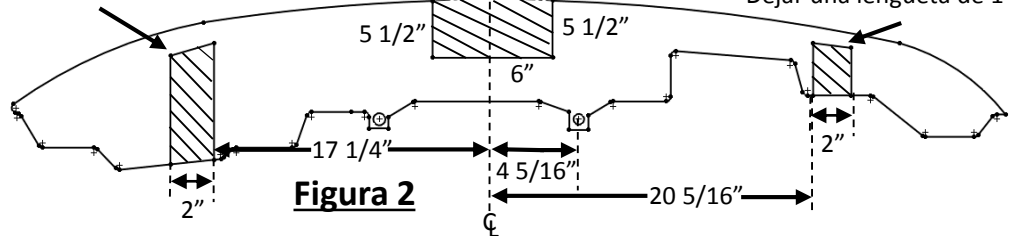

Figura 2
- Recortar el panel inferior de la carrocería:** (si está instalado) Recortar el panel inferior de la carrocería (VER LA FIGURA 2). Usar los orificios para los fijadores de 10 mm (no centrados) para medir 4 5/16" desde el orificio de fijación del lado del pasajero y marcar la línea central. Recortar una sección de 5 1/2" x 6" en el centro/parte posterior del panel. Luego, recortar una sección de 2" a 20 5/16" desde la línea central hacia el lado del pasajero dejando una lengüeta de 1" en la parte posterior para volver a unir la a fascia. Luego instala recortar una sección de 2" a 17 1/4" desde la línea central hacia el lado del conductor dejando una lengüeta de 1" en la parte posterior para volver a unir la a fascia. luego instala
8. **Recortar el panel inferior de la carrocería:** (si está instalado) Recortar el panel inferior de la carrocería (VER LA FIGURA 2). Usar los orificios para los fijadores de 10 mm (no centrados) para medir 4 5/16" desde el orificio de fijación del lado del pasajero y marcar la línea central. Recortar una sección de 5 1/2" x 6" en el centro/parte posterior del panel. Luego, recortar una sección de 2" a 20 5/16" desde la línea central hacia el lado del pasajero dejando una lengüeta de 1" en la parte posterior para volver a unir a la fascia. Luego, recortar una sección de 2" a 17 1/4" desde la línea central hacia el lado del conductor dejando una lengüeta de 1" en la parte posterior para volver a unir a la fascia. luego instala